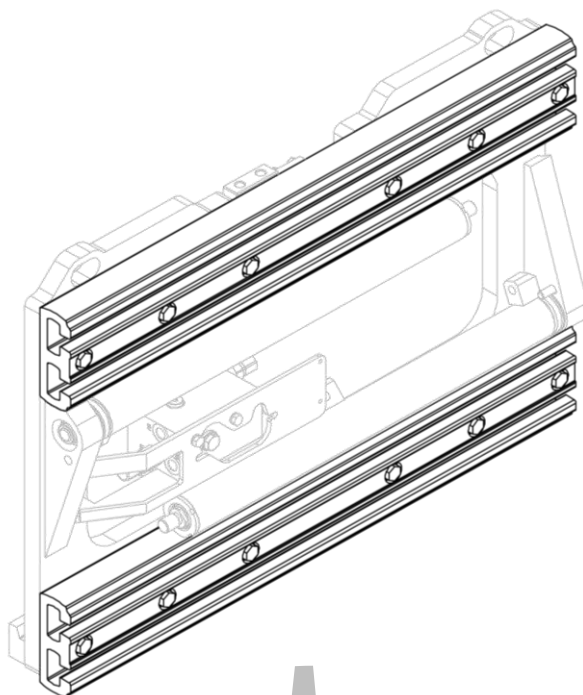
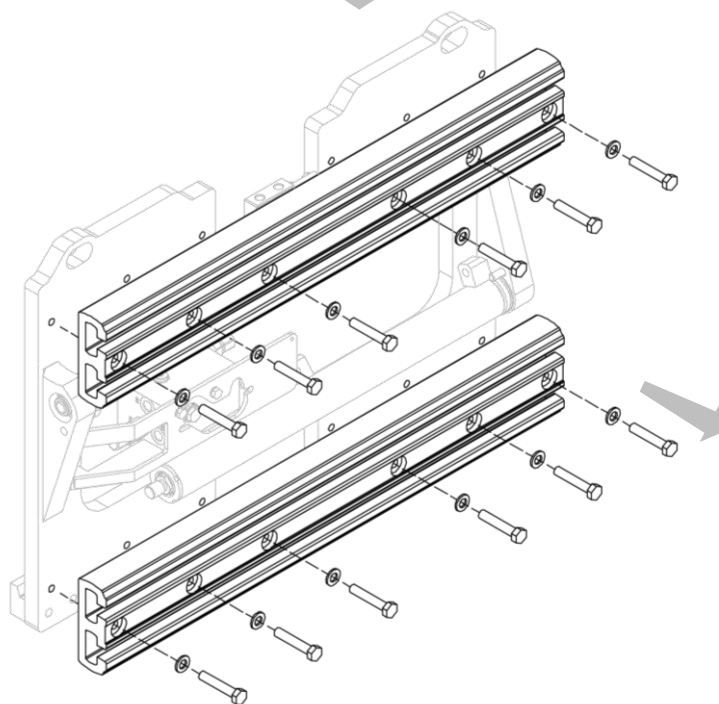

Figura 26
Figura 27
2. Rimuovere, uno per volta, i profili in alluminio dopo aver svitato le apposite viti (vedi *Figura 26* e *Figura 27*).